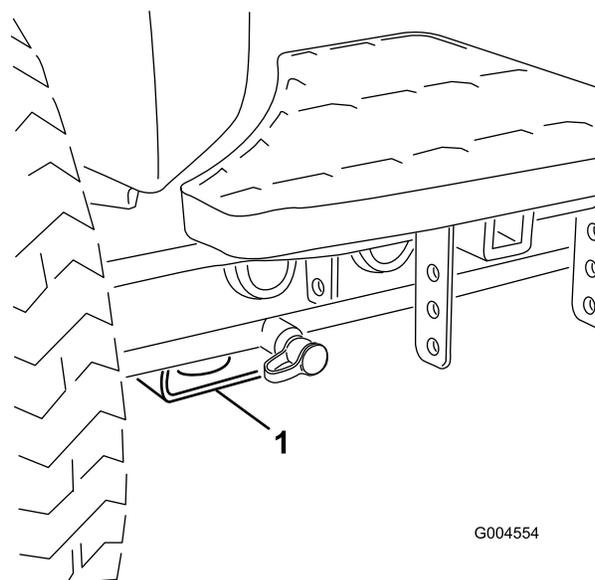

Рисунок 57
- В передней части используйте прямоугольную подкладку под трубой моста внутри каждого переднего колеса (Рисунок 57).